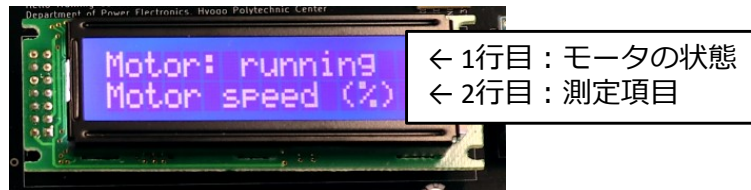

図 4.8 キャラクタ LCD に表示する文字列
- 2行分のキャラクタ LCD モジュールに現在の状態を表示できる (図 4.8).